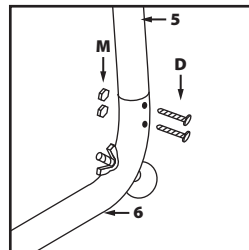

Abb. 9
- Nehmen Sie die Bauteile markiert als **5** und **6**. Befestigen Sie **5** an **6**, benutzen Sie die Befestigungsteile markiert als **D** und **M (Abb. 9).**